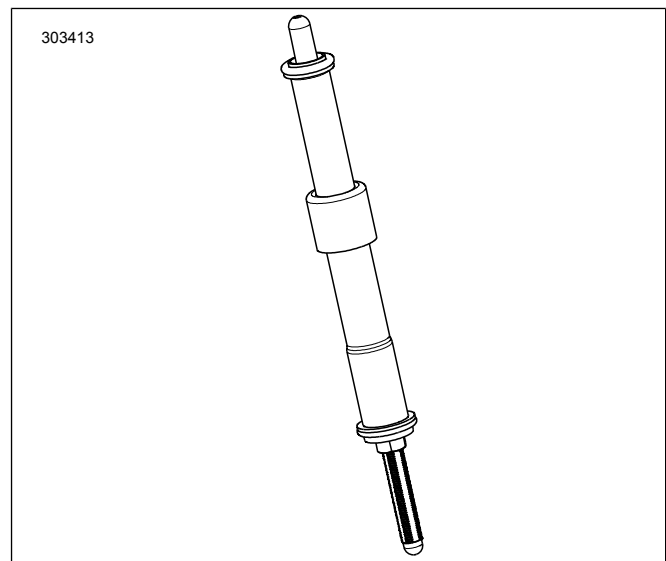

Figura 4. Tchet montat în capacul tchetului
7. A se vedea figura 4. Instalați tacheții de admisie în capacele tacheților.